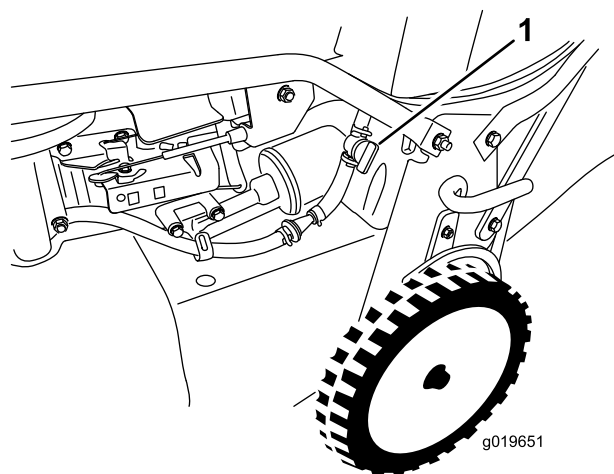

Bild 18
2. Öffnen Sie den Kraftstoffhahn (Bild 18).